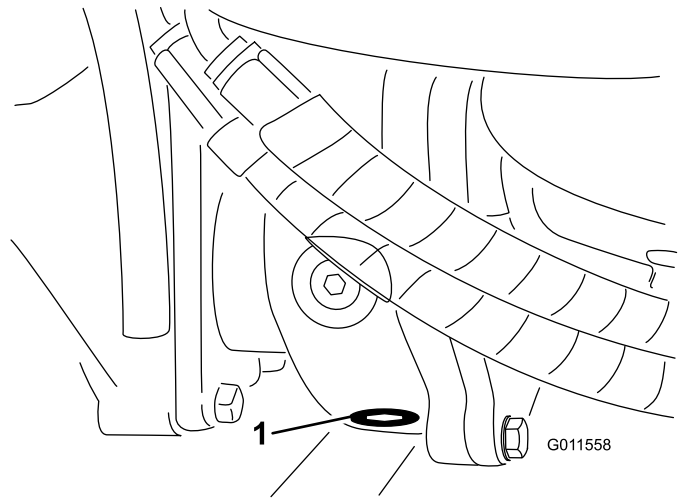

Bild 87
5. Reinigen Sie den Bereich um die Ablassschraube an der Unterseite des Getriebes (Bild 87)